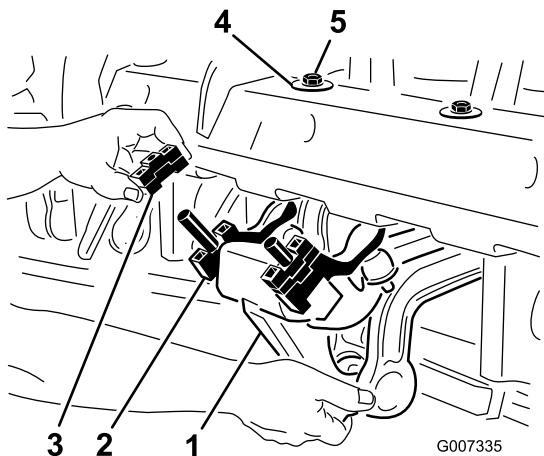

Figura 26
1. Retire las dos contratuerca (1/2 pulgada) que sujetan el amortiguador rotalink a la parte inferior del bastidor del cabezal de perforación (Figura 26).
2. Baje el amortiguador para dejar a la vista los espaciadores (Figura 26).
4. Vuelva a instalar el amortiguador en el bastidor del cabezal de perforación. Compruebe que la arandela en D esté instalada contra el bastidor del cabezal de perforación, como se muestra en Figura 26. Asegure las dos contratuerca.